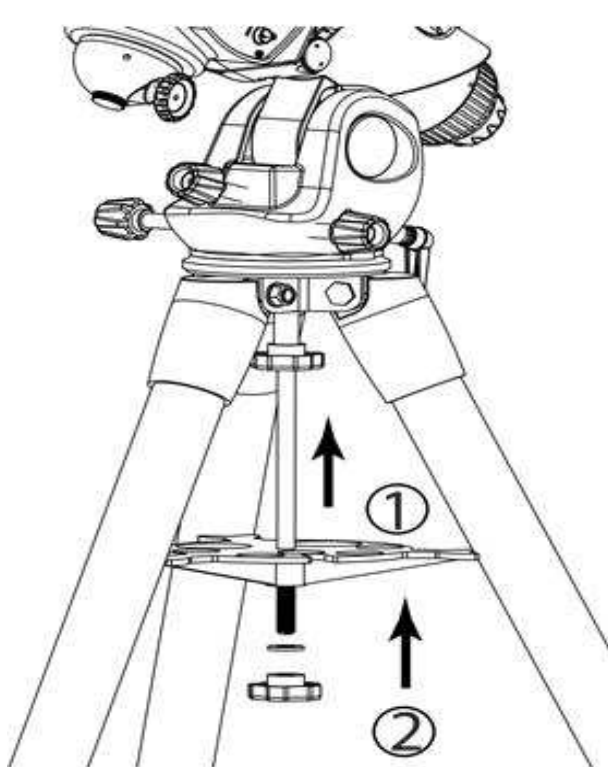

Abb. 1.3a
1. Schieben Sie das Zubehörfach entlang des Befestigungsbolzens, bis seine drei Spitzen gegen die Stativbeine drücken, und befestigen Sie dann das Fach mit der Unterlegscheibe und dem Schraubknopf. (Abb. 1.3a)